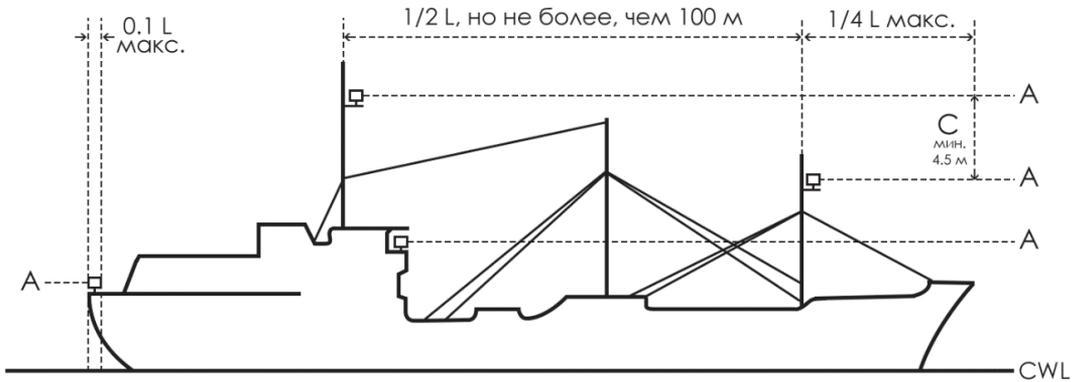
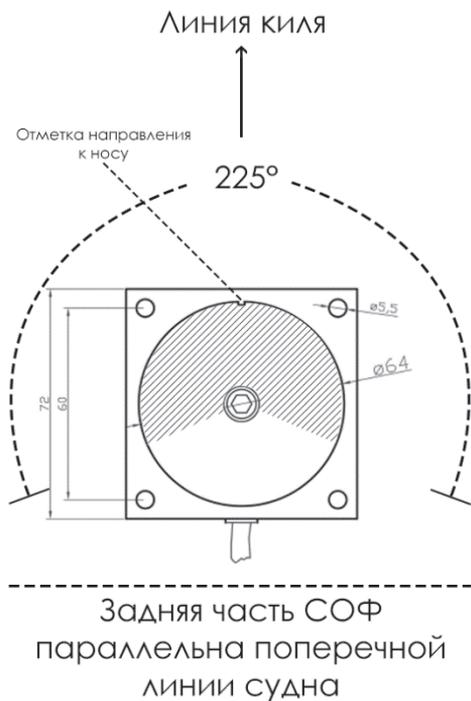
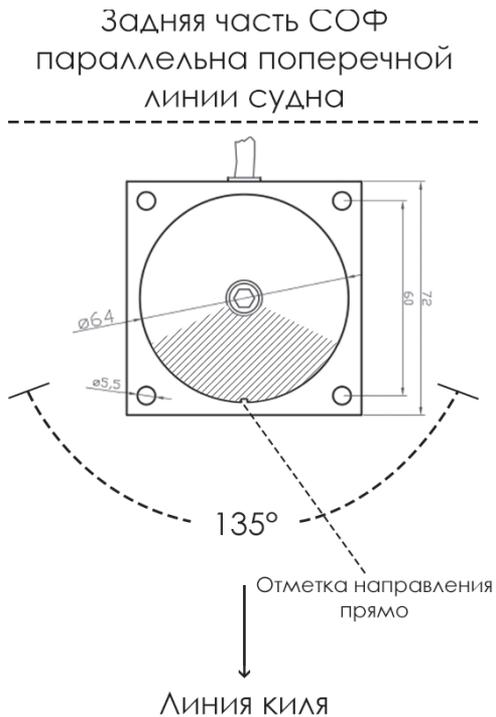

Рис. 1 «Установка топовых СОФ»
Рис. 3 «Позиционирование топовых СОФ»
Рис. 4 «Позиционирование кормовых СОФ»
При установке СОФ, его горизонтальная плоскость (A), должна быть параллельна конструктивной ватерлинии (CWL) (Рис. 1). Отметка направления к носу на СОФ должна располагаться параллельно линии киля, в соответствии с разметкой на судне. Для точной установки воспользуйтесь Рис. 2. Особое внимание должно быть уделено направлению относительно носа судна. Расчеты  $X''$  (Рис. 2) должны быть выполнены точно, в противном случае интенсивность света в направлении прямо может уменьшиться.
При установке СОФ его горизонтальная плоскость (А) должна быть параллельна конструктивной ватерлинии (CWL) (Рис. 1). Отметка направления к носу, расположенная на СОФ (Рис. 3) должна располагаться на и над линией киля, в соответствии с разметкой на судне. Для точной установки, см. Рис 3.
При установке СОФ его горизонтальная плоскость (А) должна быть параллельна конструктивной ватерлинии (CWL) (Рис. 1). Отметка направления прямо, расположенная на СОФ (Рис. 4), должна располагаться на и над линией киля, в соответствии с разметкой на судне. Для точной установки, см. Рис 4.